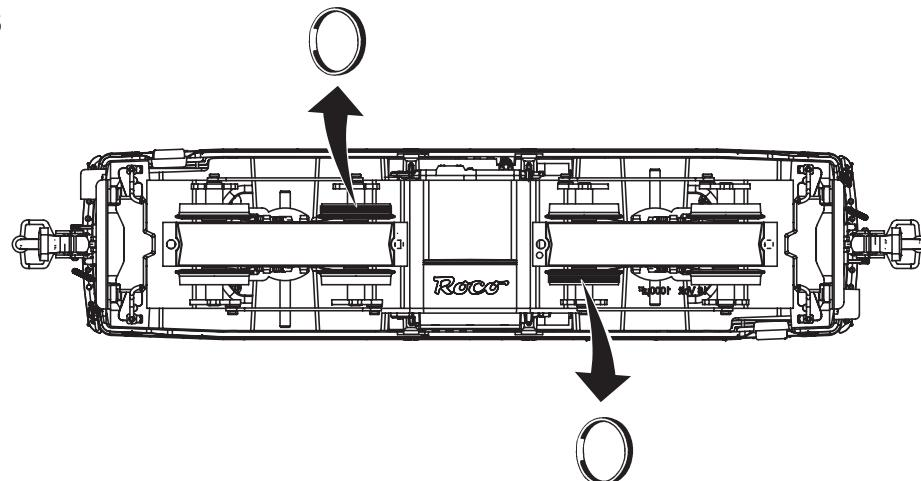

Fig. 7
1. Schmierung: Versehen Sie die im Schmierplan in Fig. 7 gekennzeichneten Stellen mit nur **kleinen Öltropfen**. Dazu zuerst das Lokgehäuse abnehmen (Fig. 3). Wir empfehlen den ROCO **Öler Art.-Nr. 10906**. Fürs Schmieren der Getriebeteile (Zahnräder, Schnecke) empfehlen wir das **ROCO-Spezialfett Art.-Nr. 10905**. Im Falle der Schmierung diese Teile **nicht ölen**.
1. Lubrication: Apply **tiny oil drops** to spots marked in fig. 7. Prior to lubrication dismantle locomotive (fig. 3). We recommend using item no. **10906, Roco oiler**. For lubrication the gearparts (e.g. cogwheels, worm) we would recommend our Roco **special grease** (item no. **10905**).
1. Graissage: N'appliquez **qu'une tout petite goutte** aux endroits indiqués par le plan de graissage (fig. 7) après avoir démonté la caisse de la locomotive (fig. 3). Nous vous recommandons le **graisseur à huile Roco réf. 10906**. Pour graisser les engrenages (roues dentées, vis sans fin) nous vous conseillons la **graise spéciale Roco réf. 10905** pour engrenages en matières synthétiques. Lorsque vous utilisez cette graisse il faut éviter d'huiler ces composants.